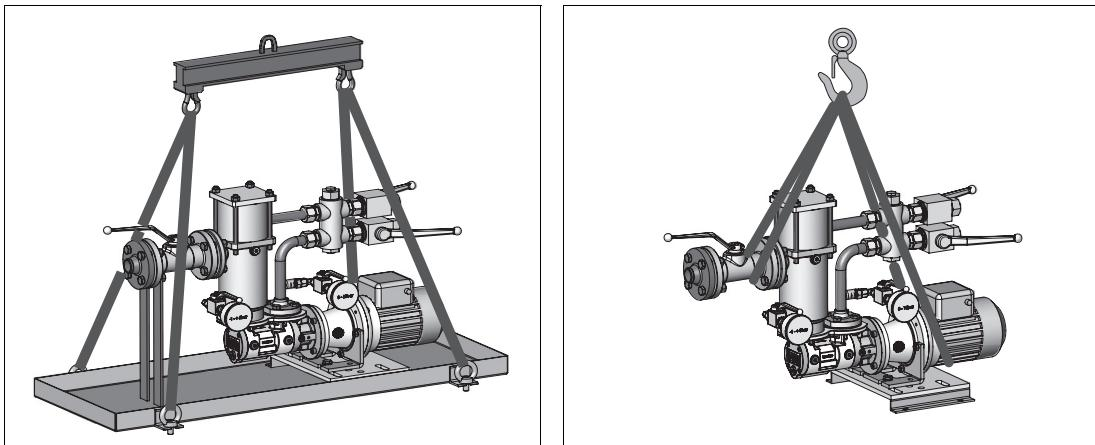

Fig. 1 Fijación del mecanismo de elevación – Diagrama esquemático
- Fije el mecanismo de elevación en la estación de bombeo, véase Fig. 1, y eleve la estación de bombeo con una grúa.